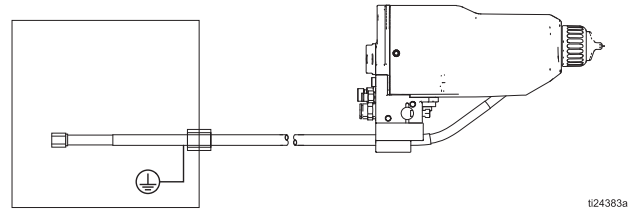

图 10. 铠装流体软管和非 Graco 隔离壳体的连接
- c. 连接管子 (T) 端部和泵流体出口管接头。
6. 重新安装保护罩 (26) 和空气帽 (25)。
8. 将流体软管的另一端连接所隔离的流体供应管的流体出口。见图 10